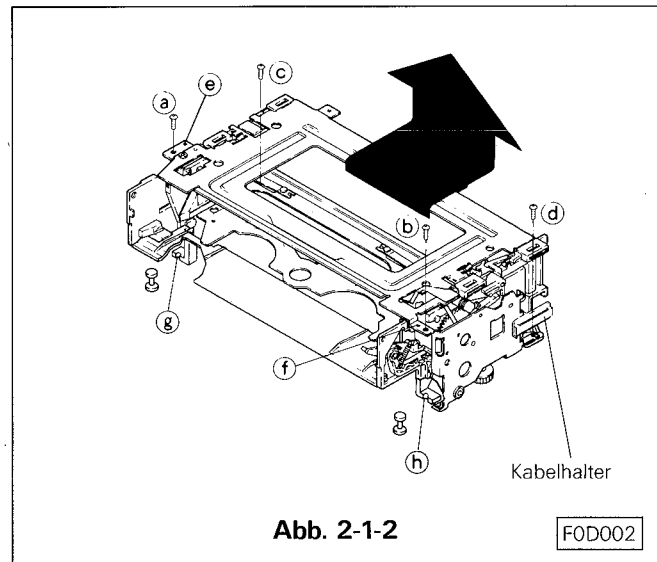

Abb. 2-1-2
- Die fünf Kassettenfachbefestigungsschrauben (a), (b), (c) und (d), entfernen. Das Kassettenfach vorsichtig nach oben in Pfeilrichtung herausnehmen. (Siehe Abb. 2-1-2)